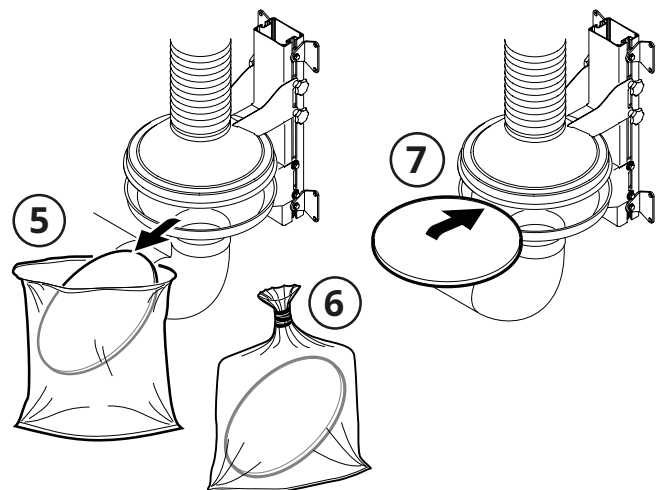

Fig. 18
4. Den Metalldrahtfilter aus dem unteren Kegel nehmen und in den Filterbeutel CFE PCW3 (5, **Fig. 18**) legen. Den Beutel (6) verschließen und den Metalldrahtfilter entsorgen oder mit neutralen Reinigungsmitteln unter lauwarmem Leitungswasser reinigen.
6. Den neuen oder gereinigten Metalldrahtfilter in den unteren Kegel (7) einlegen und alle Teile verschließen und anschließen, die während des Ausbaus gelöst wurden.